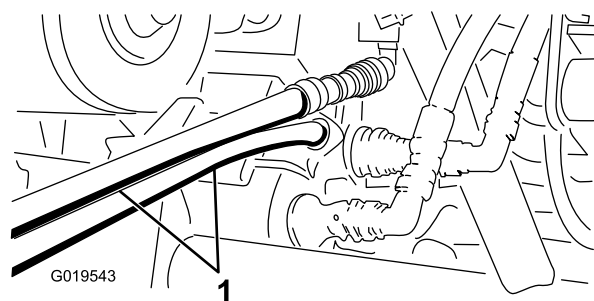

図 77
5. 救援側のワークマンのカップラブラケットにまだついているカップラに、救援用ホースを接続する上のホースは上のカップラに、下のホースは下のカップラに接続する 図 77。